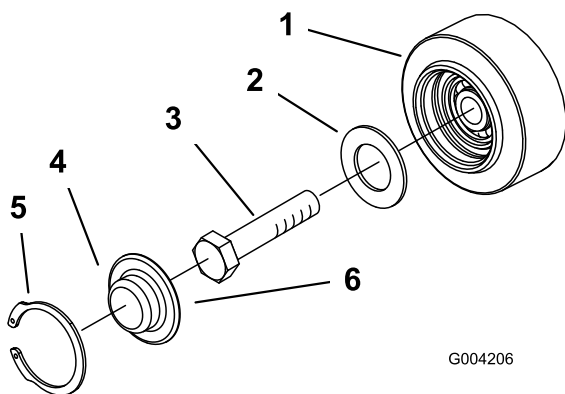

Figura 49
3. Rimuovete l'anello elastico e il tappo da una ruota non motrice (Figura 49).
4. Controllare il grasso sotto il tappo e attorno alla guarnizione (Figura 49). Se risulta sporco, sabbioso o consumato, eliminatelo completamente, sostituite la guarnizione e applicate del grasso nuovo.